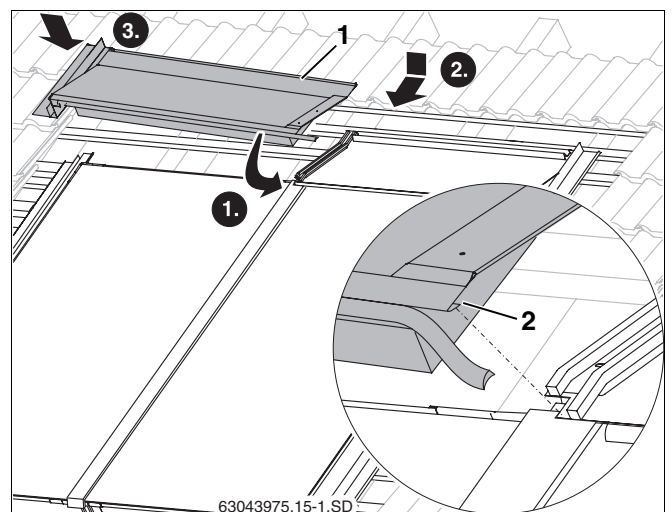

Fig. 56 Tôle de recouvrement supérieure gauche
- Insérer les autres tôles supérieures avec le système rainure languette (fig. 56, **pos. 2**) dans la tôle montée, puis les pousser contre le capteur.
- Insérer la tôle supérieure gauche (fig. 56, **pos. 1**) dans la tôle latérale gauche.